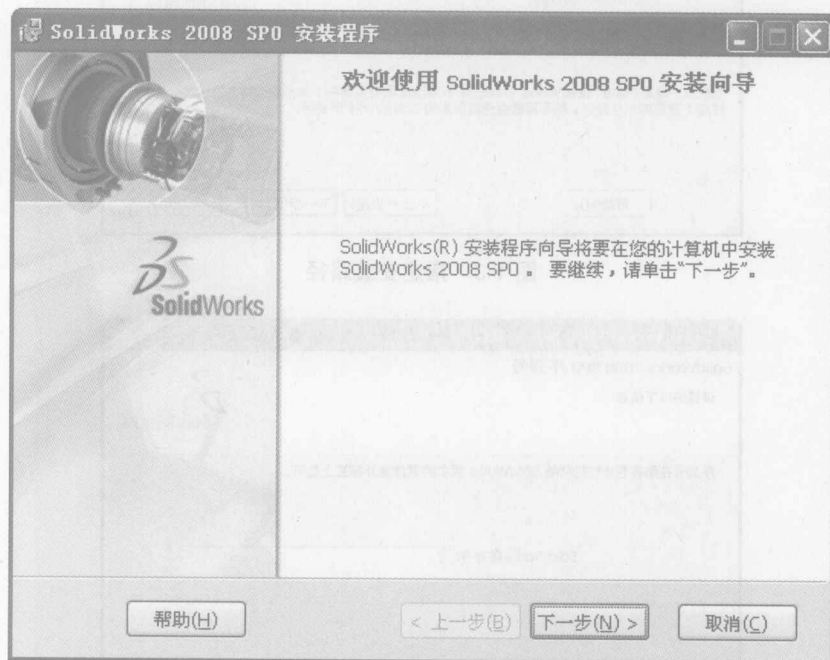

图 1-1 SolidWorks 2008 安装向导
(1) 进行以下操作之一:
(2) 进入 SolidWorks 2008 的安装界面,如图 1-1 所示。